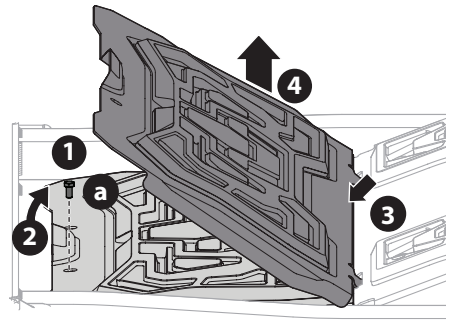

Figure 32
1. Avec l'outil multifonction ou une douille de 1/2 po, retirez le boulon (a) qui retient le panneau du plancher (Figure 32).
2. Soulevez avec précaution la partie arrière du panneau (Figure 32).
3. Glissez le panneau vers l'arrière pour faire sortir la partie avant (Figure 32).
4. Puis, soulevez le panneau pour le retirer (Figure 32).